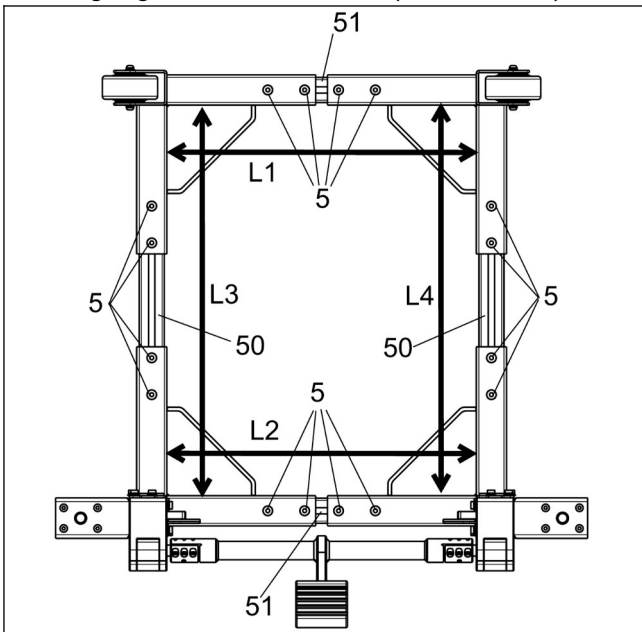

Abb.9
e. Lösen Sie die Befestigungselemente „5“, ziehen Sie die Quer- und Längsholme, mittig verteilt, so weit aus, dass die Distanz an den Pfeilpositionen ca. 10mm größer ist als die äußere Maschinenbasis. (**beachten Sie bitte hier die zulässigen, maximalen Auszugslängen unter Kapitel 3 / Spezifikationen**) Ziehen Sie dann alle Befestigungselemente „5“ fest. (siehe **Abb.9**)
1. Vergewissern Sie sich, dass L1 ungefähr gleich L2 und L3 ungefähr gleich L4 in Abb. 9 ist. Ist dies nicht der Fall, wiederholen Sie Schritt e, bis sie gleich sind, um die Rechtwinkligkeit sicherzustellen und Verspannungsfehler zu vermeiden